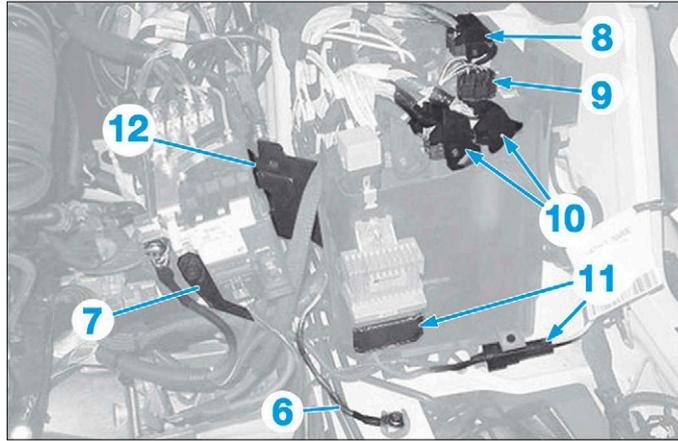

FIG. 102
- le câble de masse (6) (Fig.102),
- le câble d'alimentation (7),
- les connecteurs (8), (9), (10) et (11).
- Ouvrir la trappe (12).